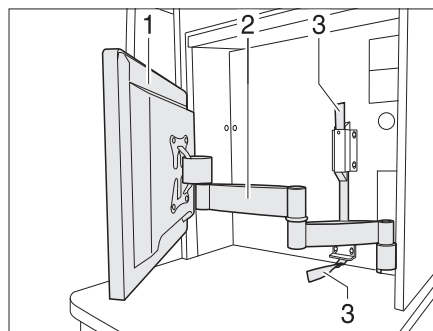

Fig. 58 Pantalla plana con brazo articulado
- Tirar de la cinta textil (Fig. 58,3) para desbloquear el brazo articulado (Fig. 58,2).
- Girar la pantalla plana (Fig. 58,1) a la posición deseada.